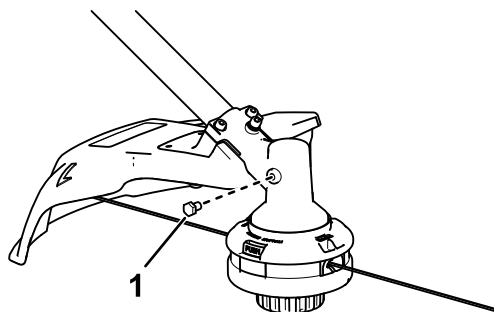

Figure 19
3. Retirez le bouchon sur le côté de la débroussailleuse (Figure 19).